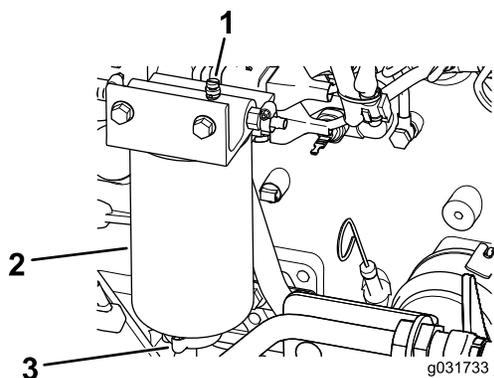

Рисунок 105
2. Ослабьте сливной кран в днище фильтра (Рисунок 105).
2. Ослабив вентиляционную пробку и открыв сливной клапан, слейте некоторое количество топлива (Рисунок 105).